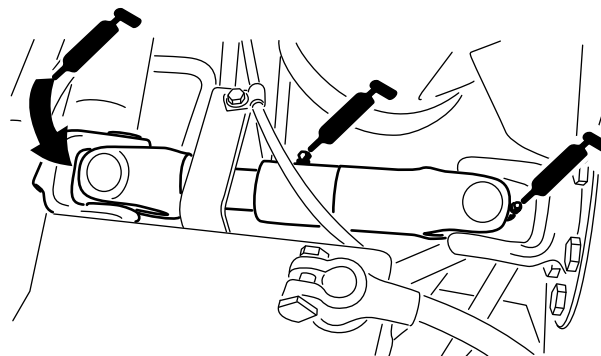

Figura 47
- Junta em U do veio de acionamento da bomba (3) (Figura 47)